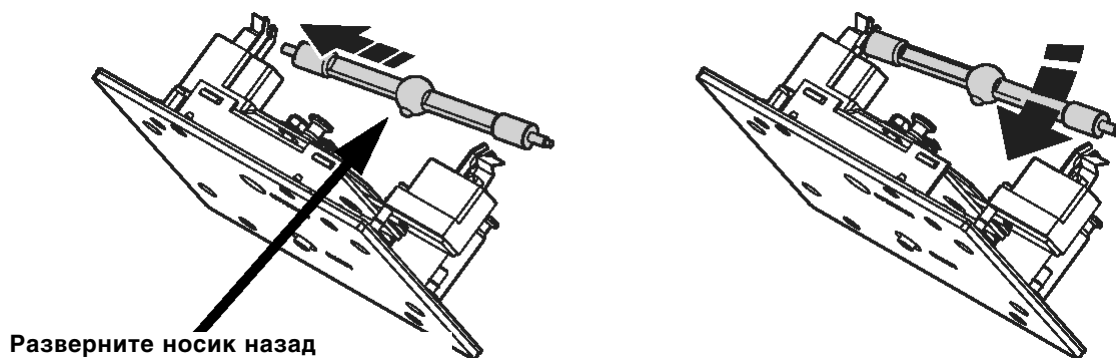

Рис. 3: Установка лампы
4. Развернув новую лампу носиком назад, как показано на рис. 3, вставьте левый контакт лампы в гнездо. Нажмите на фиксирующую пружину справа и установите правый контакт на место.